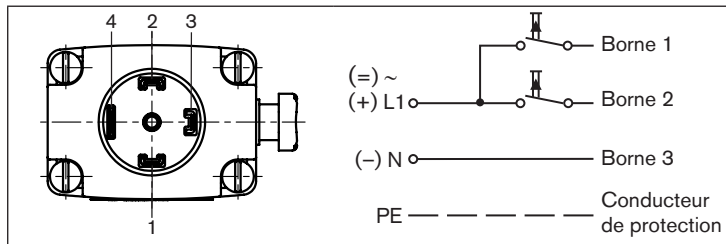

Fig. 4 : Raccordement électrique - variante à impulsions (CF 02)
- Raccorder comme indiqué sur « Fig. 4 ». L'impulsion sur la borne 1 ferme la vanne, l'impulsion sur la borne 2 ouvre la vanne.